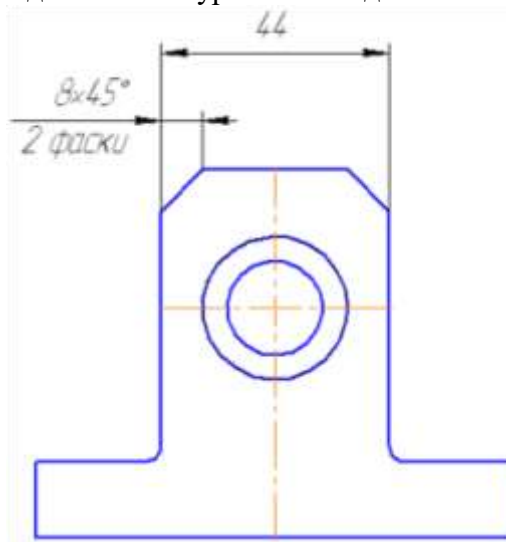

Рисунок 8.
2. вычерчивают фигуры сечения, расположенные в секущих плоскостях (рис. 8);